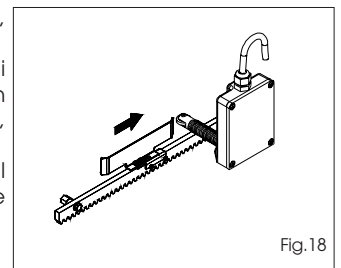

Fig. 18
5) Fare scorrere il lamierino sulla cremagliera nel senso d'apertura (Fig.18). Appena il led del finecorsa di apertura presente sull'apparecchiatura elettronica si spegne, fare avanzare il lamierino di circa 20÷30 mm e fissarlo provvisoriamente sulla cremagliera con le viti in dotazione.